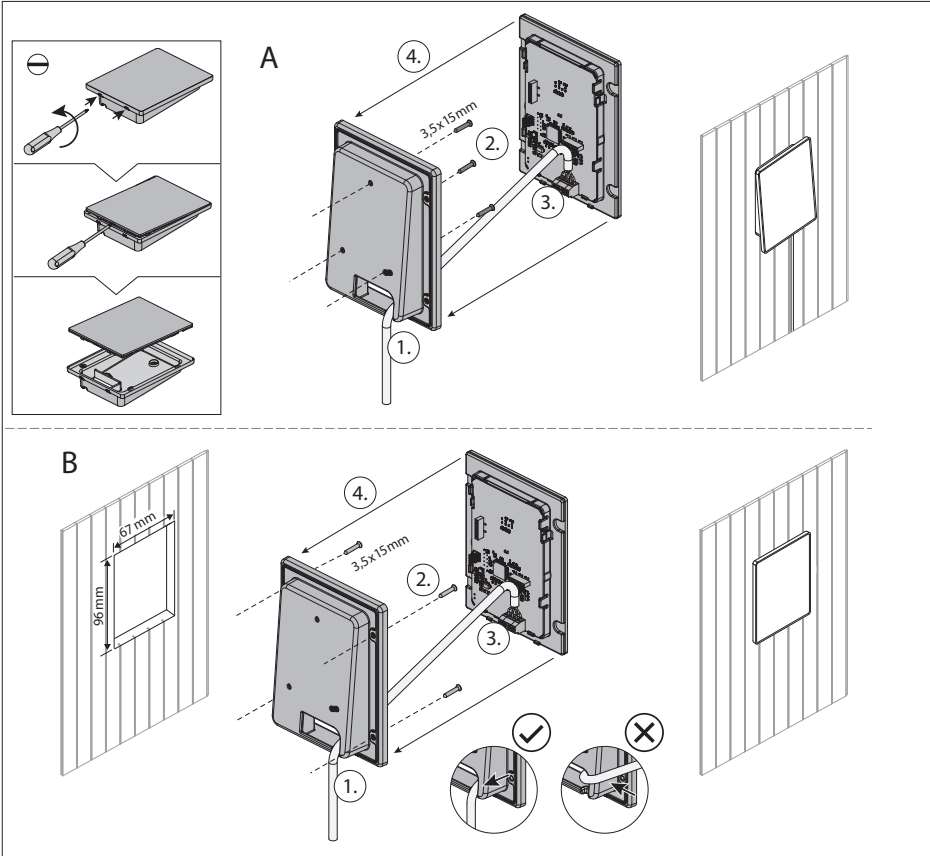

Abb. 1: Montage Lichtsteuerung Xenio RGBW
Die Lichtsteuerung Xenio RGBW kann Aufputz (A) und Unterputz (B) montiert werden, beachten Sie **Abb. 1**